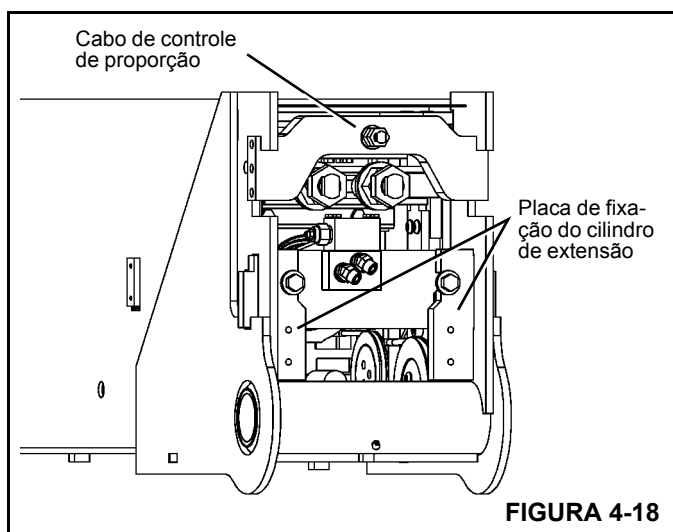

FIGURA 4-18
7. Passe o cabo de controle de proporção através da placa de fixação e instale a placa de fixação (Figura 4-18) na seguinte ordem: